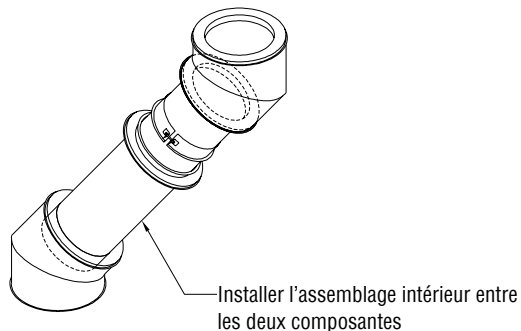

Figure 61 - Longueur variable, Étape d'installation C
- c. Installer l'assemblage intérieur entre les deux composantes. Appliquer un cordon de scelant entre les brides, tel que l'assemblage d'une longueur régulière. Voir **Figure 61**.